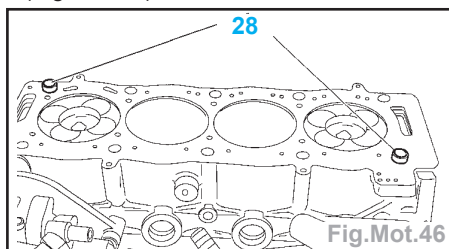

Fig.Mot.46
- Vérifier la présence des goupilles (28) (Fig.Mot.46).